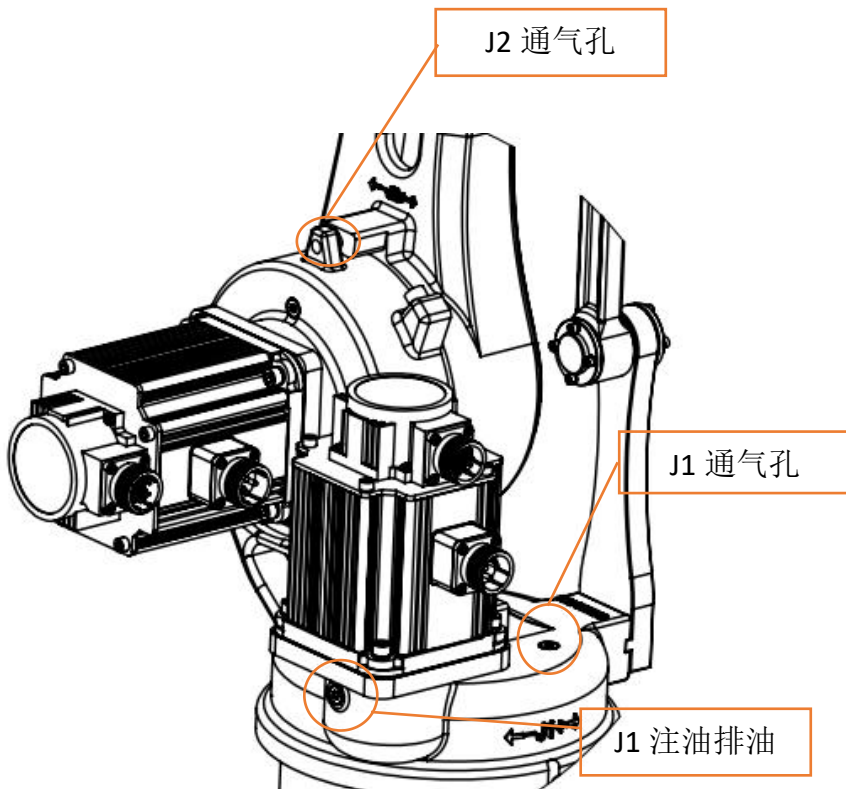

图 3.1
1)J1 轴换油图 3.1 示，机器角度：任意即可
2)J2 轴换油图 3.1、3.2 示：